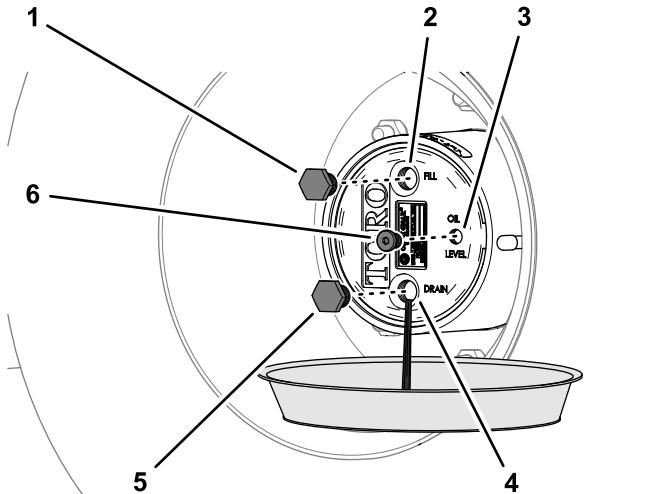

图 86
2. 将放油盘放在行星齿轮传动毂下面取出排油塞、加油塞和检查塞并让润滑油完全排出 图 86。